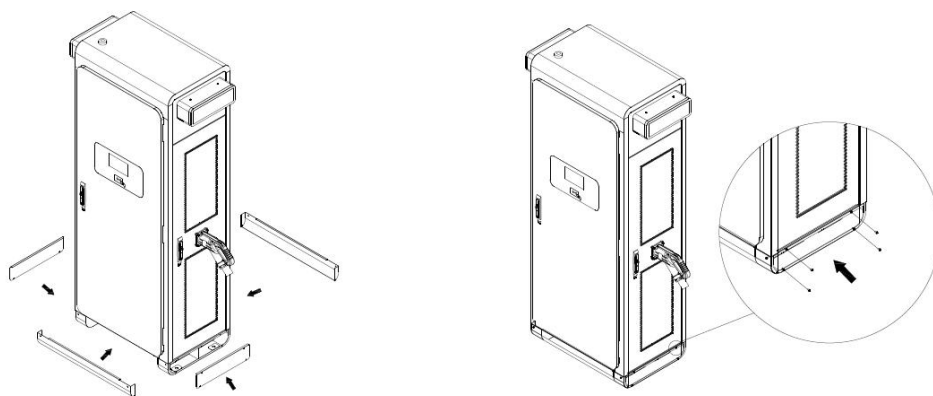

图 13
- 使用 M6*15 螺丝按箭头方向用螺丝刀将四边的密封板进行固定。（如图 13）